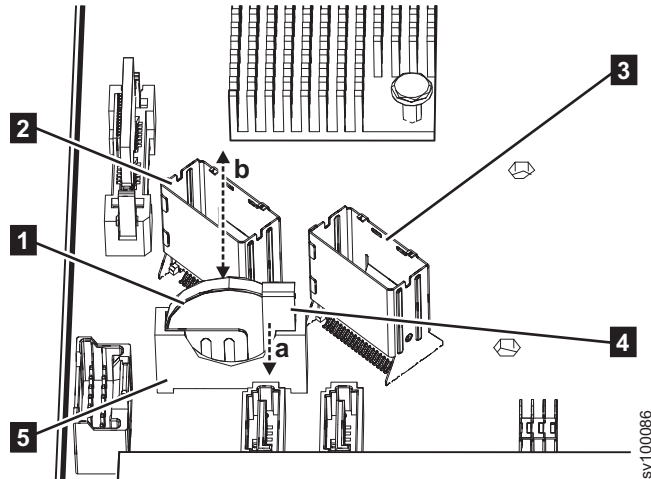

図 132. 2145-SV1 CMOS バッテリーの交換
- a. バッテリー・ホルダー・キャッチ **4** を 161 ページの図 132 に示されている方向 (a) に引き出します。
- b. 161 ページの図 132 に示されている方向 (b) に向かって、バッテリーをホルダー **5** に挿入します。バッテリーの「+」マークがノードの前面側に向いている必要があります。